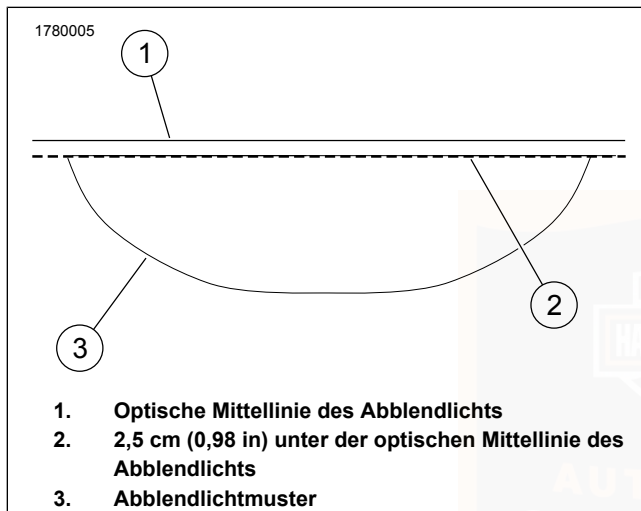
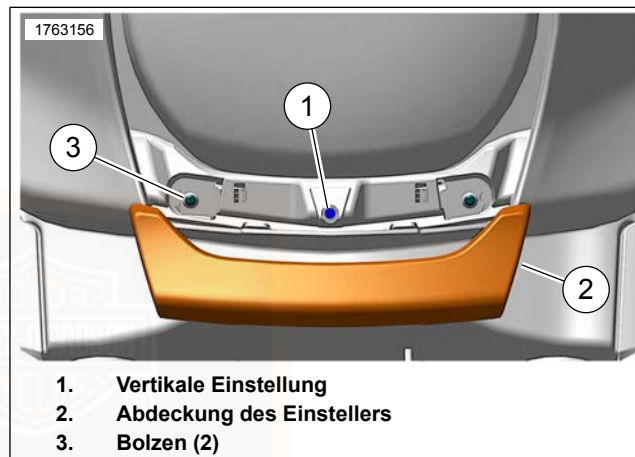

Abbildung 115. Ausrichtung des Scheinwerferabblendlichts
Abbildung 116. Scheinwerfereinstellung
1. Siehe Abbildung 115. Die Abdeckung (2) des Einstellers greifen und nach vorne ziehen, um sie von den Bolzen (3) zu lösen.
2. Einen Schlitzschraubendreher in die vertikale Einstellschraube (1) einführen.
3. Siehe Abbildung 116. Den vertikalen Einsteller drehen, um den Lichtstrahl (4) nach oben oder unten zu verstellen, bis der obere Teil des Lichtstrahls auf die horizontale Linie (3) trifft.